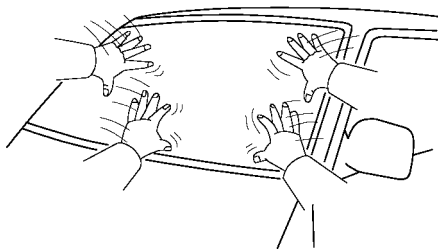

图 17-87 用手掌从车外敲打玻璃使其贴合好
(5) 向下贴紧玻璃。用手掌从车外敲打玻璃使其贴合好，如图 17-87 所示。